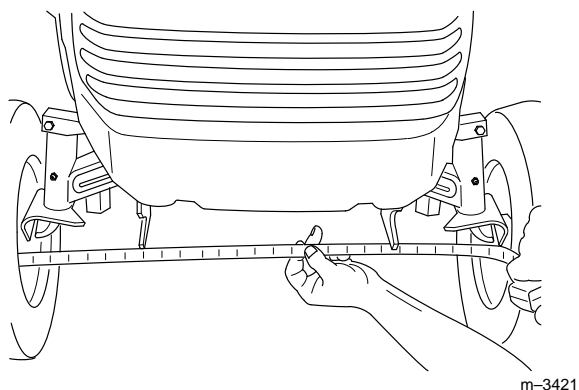

Figure 40
Le maintien d'un pincement correct des roues avant est important pour la sécurité, le ralentissement automatique Smart Turn™ dans les tournants et la facilité d'emploi. Un réglage peut être nécessaire si les pneus s'usent de manière irrégulière, s'ils abîment la pelouse ou si la direction est dure. Contrôler le pincement toutes les 100 heures de service ou une fois par an, selon ce qui se présente en premier (Fig. 40).
4. Mesurer la distance entre les deux pneus avant à la hauteur des fusées, à l'avant et à l'arrière des roues (Fig. 40).